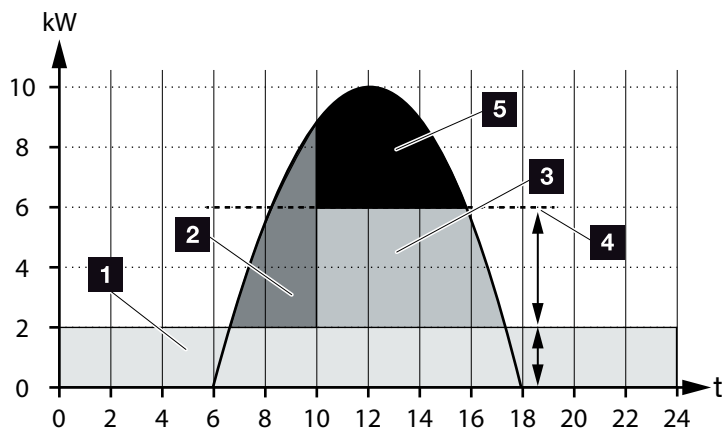

Bild 56: Reglering utan intelligent batteristyrning
I  **Bild 56 pos. 4** kan man se att den av KFW-regleringen förorsakade minskningen till 50 % föranleder att den alstrade solcellsenergin förblir outnyttjad just vid starkt solsken.